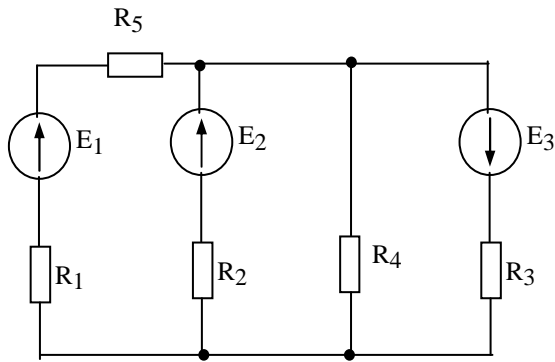

Рис.1.4.17
1.4.17. Используя метод между-узлового напряжения, определить токи во всех ветвях схемы (рисунок 1.4.17), если известны: $E_1=100$ В, $E_2=80$ В, $E_3=100$ В, $R_1=7$ Ом, $R_2=2$ Ом, $R_3=5$ Ом, $R_4=5$ Ом, $R_5=30$ Ом. Составить баланс мощностей.